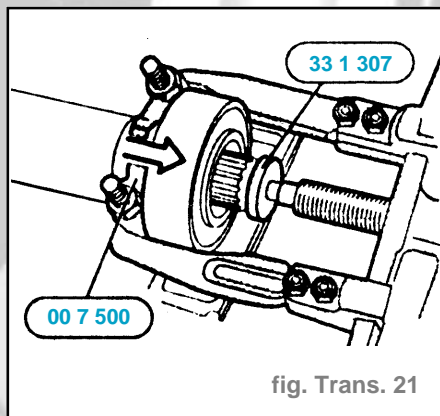

fig. Trans. 21
- Chasser le palier central avec l'outil **00 7 500**, **33 1 307** et un extracteur (fig. Trans. 21).